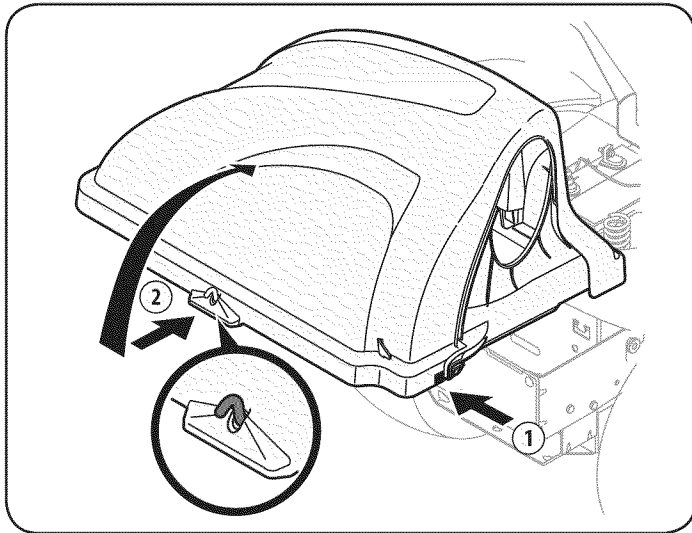

Figure 41
6. Abra el capó empujando la pestaña trasera, lado derecho con la mano derecha, como se ve en la (1) de la Figure 41, y levantar la tapa con la mano izquierda en la parte posterior de centro de la tapa del contenedor, (2).